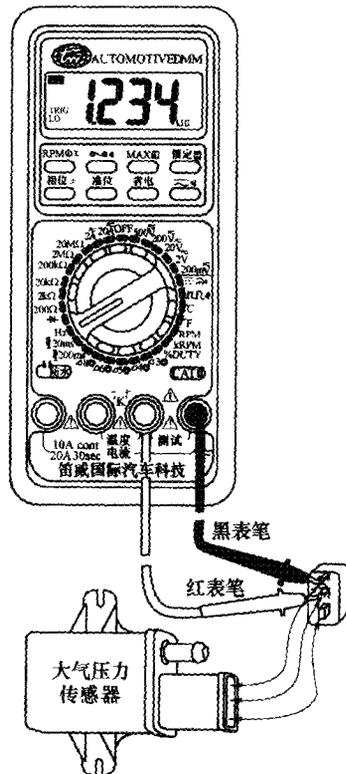

图 1-8 频率检测
- ① 电表旋钮开关拨在“Hz”位置。
- ② 红表笔接在动作器及传感器控制端或信号端, 如图 1-8 所示, 黑表笔 (负极) 接至车身搭铁或蓄电池负极。
- ③ 如读取不到数值时选择触发基准位 Hi 或 Lo 即可。
- ④ 频率信号的动作元件, 其规格应参阅检修手册, 以便进行判断或调整。